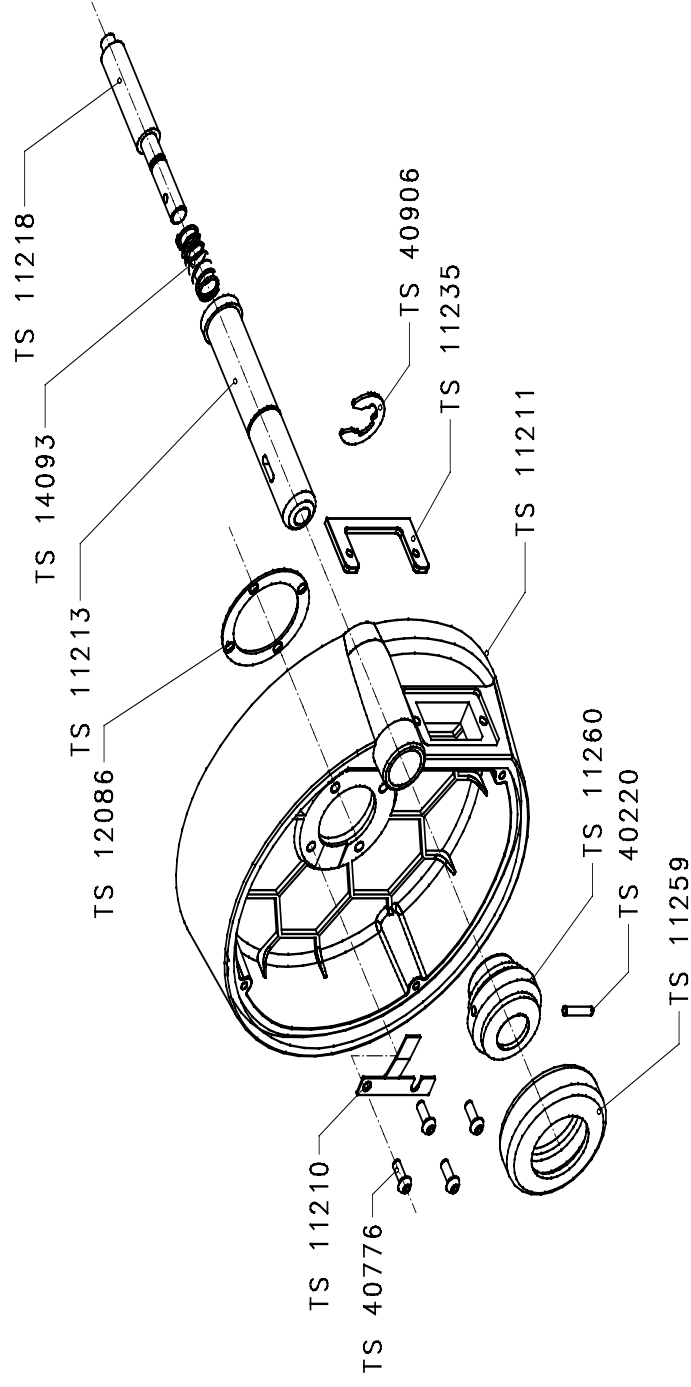

Рисунок 12-4: электронный блок в сборе TS 10190, запчасти
- Рисунок 12-4: электронный блок в сборе TS 10190, запчасти